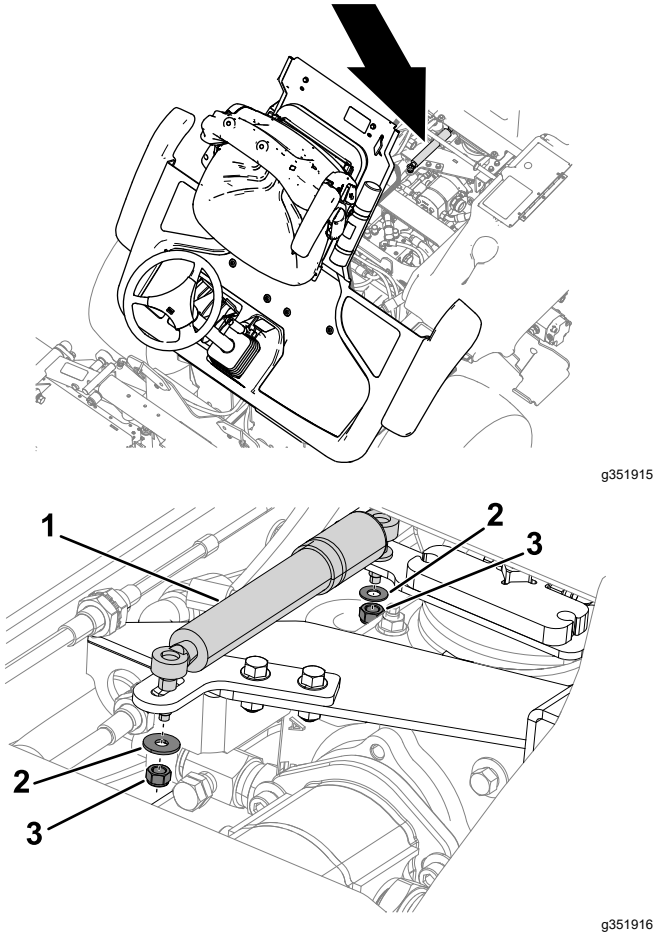

Figura 87
2. Retire las arandelas y las tuercas que sujetan el amortiguador al soporte y a la bomba de transmisión (Figura 87).